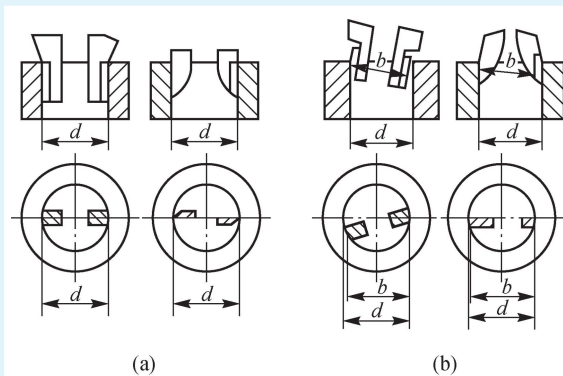

图 2-18 测量内尺寸
(4) 测量内尺寸时, 两量爪应张开到略小于被测尺寸, 使量爪自由进入孔内, 再慢慢张开并轻轻地接触零件的内表面, 两侧量爪应在孔的直径上, 不能偏斜, 应轻轻摆动以便找出最大值, 如图 2-18 所示。